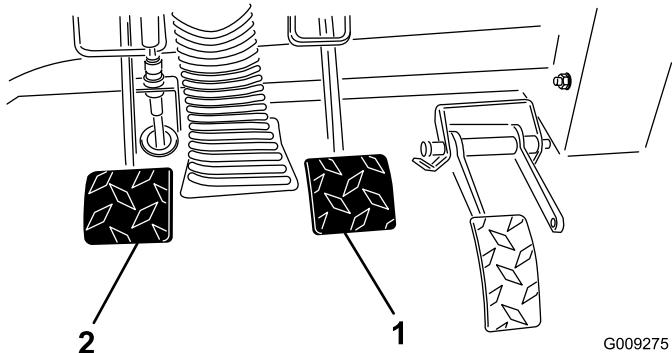

Figura 70
2. Tire hacia arriba del pedal de freno (Figura 70) hasta que entre en contacto con el bastidor.
3. Afloje las contratuerzas que fijan la horquilla al eje del cilindro maestro (Figura 70).